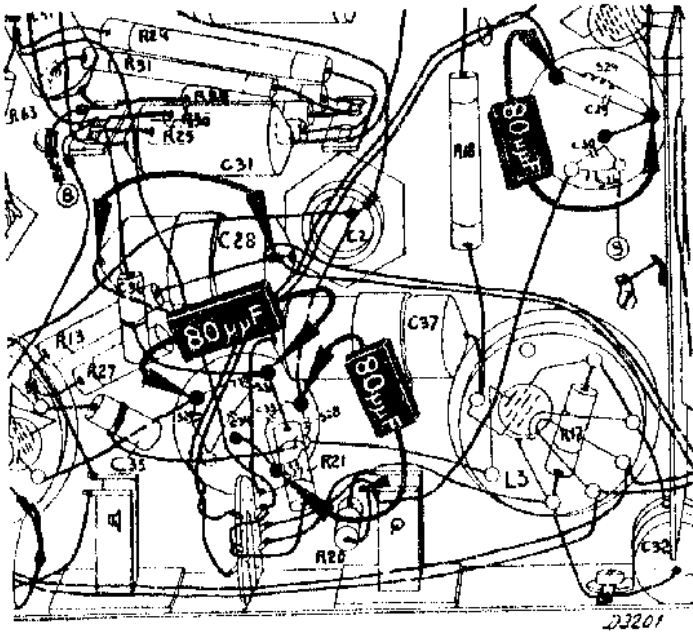
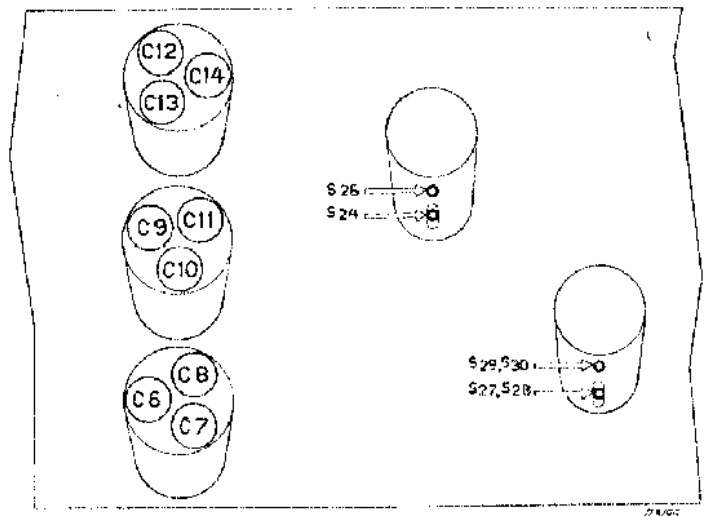

Fig. 2
Fig. 4
2. Volumeregelaar op maximum draaien. Automatische volumeregeling uitschakelen door C28 kort te sluiten (zie fig. 2).
5. 3e M.F.-kring verstemmen met een condensator van 80  $\mu\text{F}$  parallel aan S27 + S28 (fig. 2). S29, S30 van 4e M.F.-kring afregelen. (fig. 4).
6. 4e M.F.-kring verstemmen met 80  $\mu\text{F}$  parallel aan S30 (fig. 2). S27, S28 van 3e M.F.-kring afregelen (fig. 4).
7. 1e M.F.-kring verstemen met 80  $\mu$ F parallel aan S24 (fig. 2). S26 van 2e M.F.-kring afregelen (fig. 4).
8. 2e M.F.-kring verstemen met 80  $\mu$ F tussen G1 van L3 en chassis. S24 van 1e M.F.-kring afregelen (fig. 4).